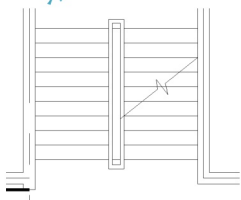
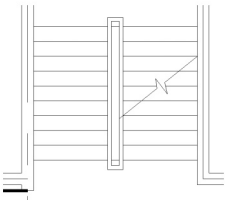

图 2.108 绘制楼梯折断线
图 2.109 修剪与折断线重合的踏步线
⑤ 关闭【正交】功能, 启动【多段线】命令, 将图绘制成如图 2.108 所示的状态。
⑥ 在命令行输入“Tr”并按 Enter 键, 启动【剪切】命令, 将图 2.108 修剪成如图 2.109 所示的状态。